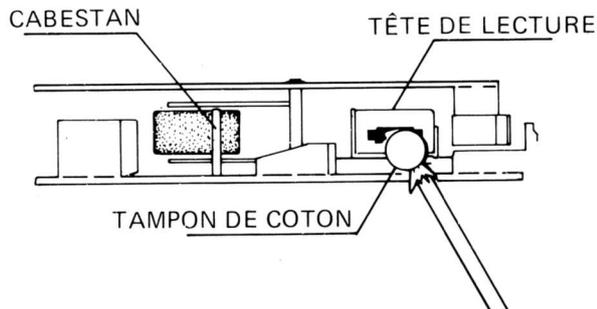

Fig.3
2. Choisissez quelle méthode de montage sera utilisée. Notez qu'un berceau de montage est fourni pour maintenir la partie avant du châssis: dans de nombreux cas, ce berceau seul est utilisé pour installer l'appareil (voir Fig. 3).
3. En plus du berceau de montage, l'arrière de l'appareil peut être fixé à l'aide d'une réglette, d'un support ou d'une tige de fixation. Chacune de ces méthodes peut parfaitement convenir (voir Fig. 3).
4. Les dimensions requises pour permettre l'installation du berceau de montage dans le tableau de bord sont de 182x53mm. Pliez les ergots du berceau à l'aide d'un tournevis (voir Fig. 3) afin que le berceau soit bien maintenu en place.
9. Pour retirer les clés, appuyez sur leur extrémité à l'aide d'un tournevis (voir Fig. 3). Ensuite, tout en maintenant la pression du tournevis, tirez sur chacune des clés pour les extraire.